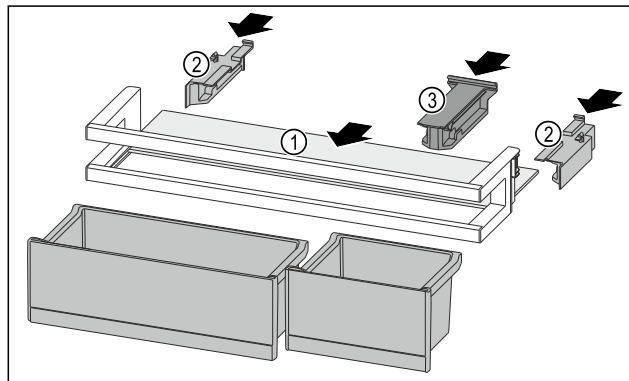

Fig. 233
- Inserire il ripiano Fig. 233 (1) negli incavi laterali.
- Inserire gli elementi laterali Fig. 233 (2).
- Inserire l'elemento di tenuta Fig. 233 (3).